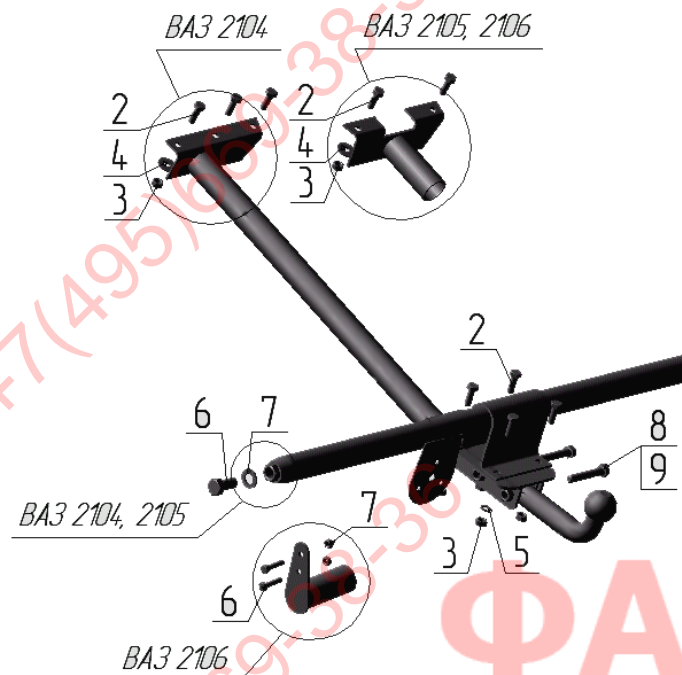

Рисунок 1.
- ВАЗ 2104, 2105 - к буксировочным проушинам а/м с помощью болтов поз. 6 (см. рисунок 1);